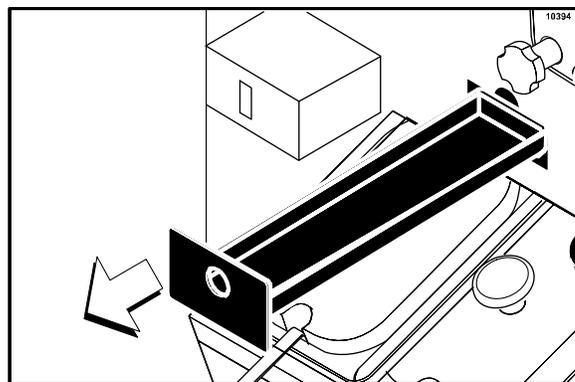

Figura 106
- Extraiga la bandeja de goteo larga del panel delantero. Lleve esta pieza al fregadero para limpiarla. (Vea la figura 106).